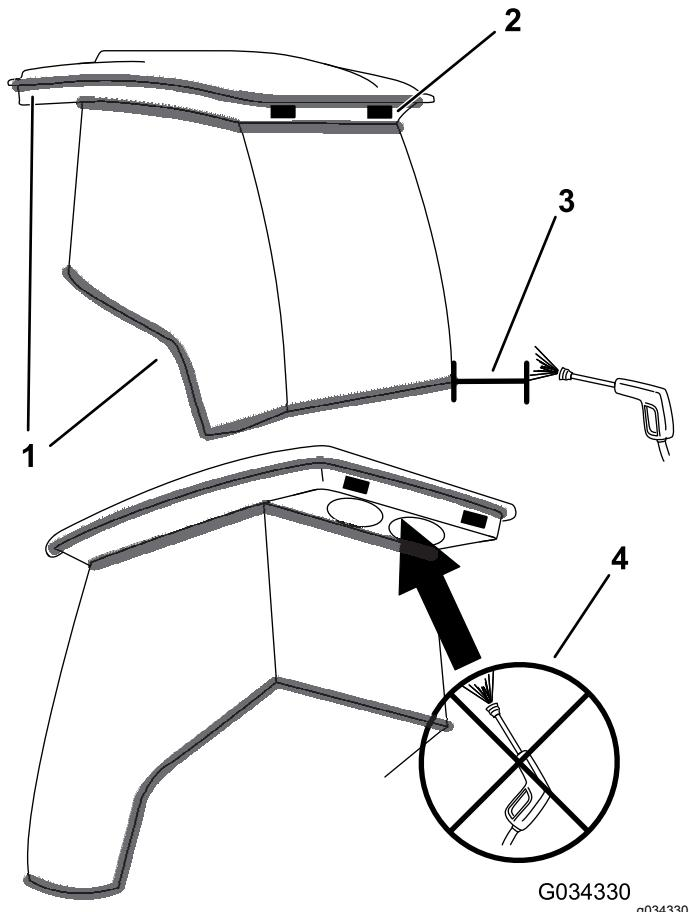

Figura 119
**Importante:** Tenga cuidado alrededor de las juntas y las luces de la cabina (Figura 119). Si está utilizando un lavador a presión, mantenga la vara al menos a 0,6 m de distancia de la máquina. No utilice el lavador a presión directamente sobre las juntas y las luces de la cabina o bajo el voladizo trasero.